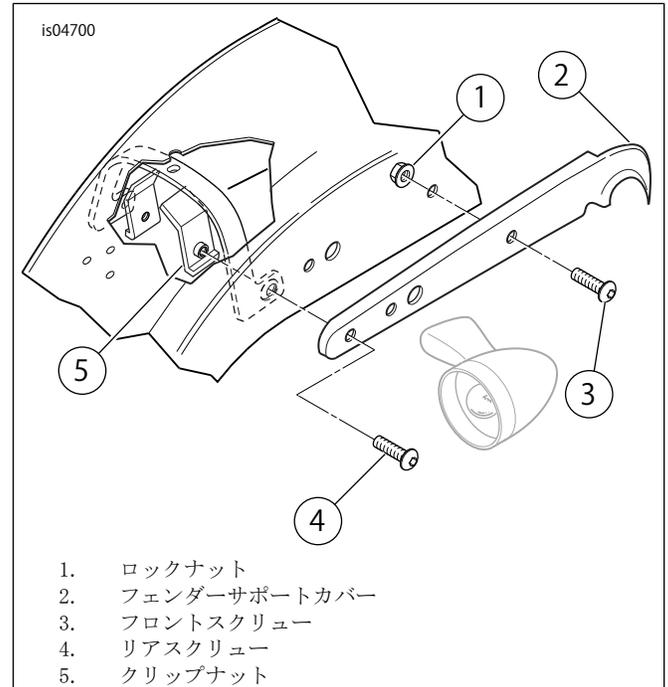

図1。リアフェンダーサポート(右側を図示)
- 「図1」を参照。リアフェンダーサポートカバー(2)からフロントスクリュー(3)とロックナット(1)を取り外して廃棄する。